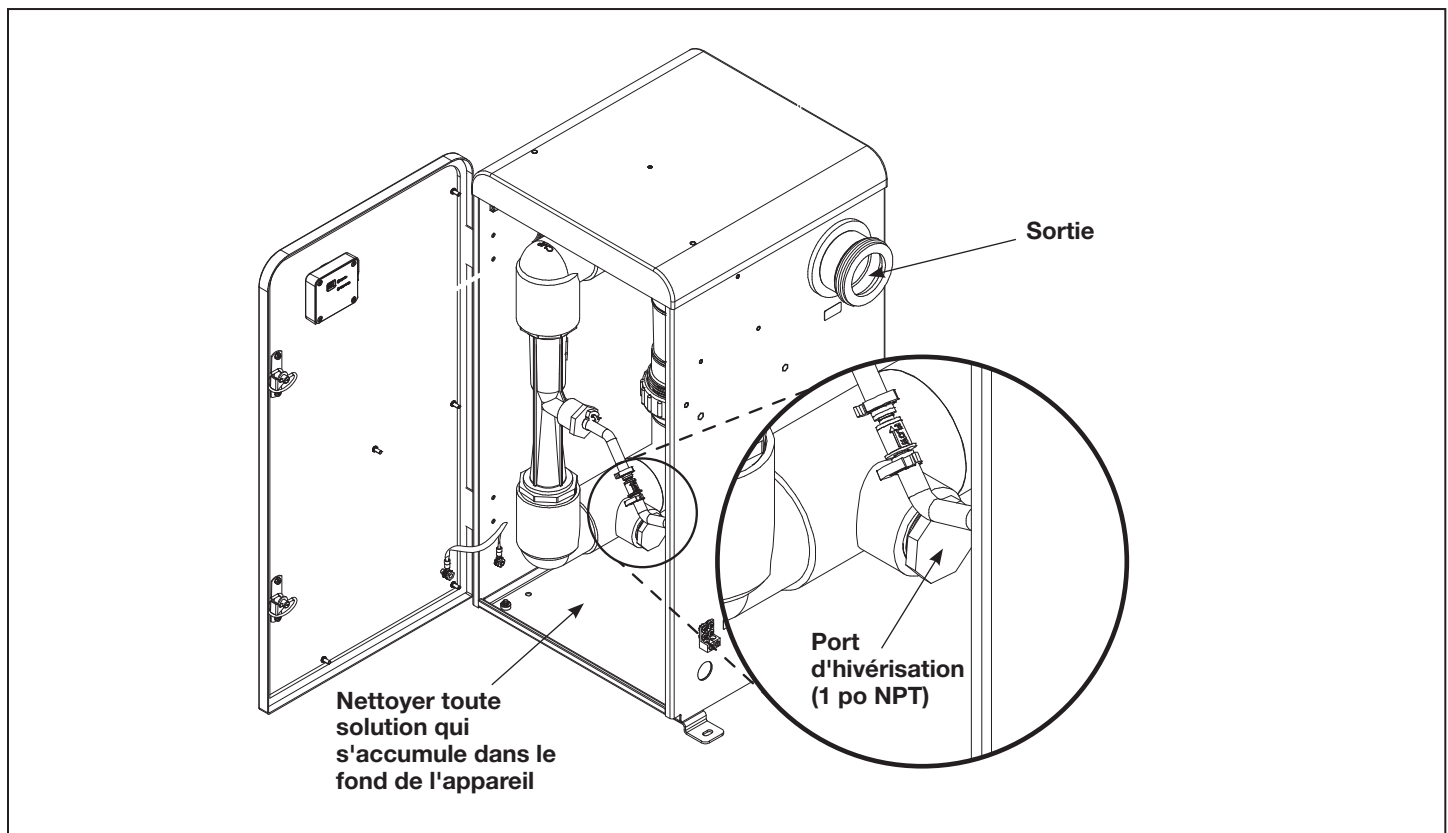

Figure 24. Nettoyage en place du tube de quartz
2. Débrancher le raccord de l'orifice de sortie situé sur le côté droit de l'appareil et retirer le capuchon d'hivérisation à l'intérieur de l'appareil. Voir la Figure 24.